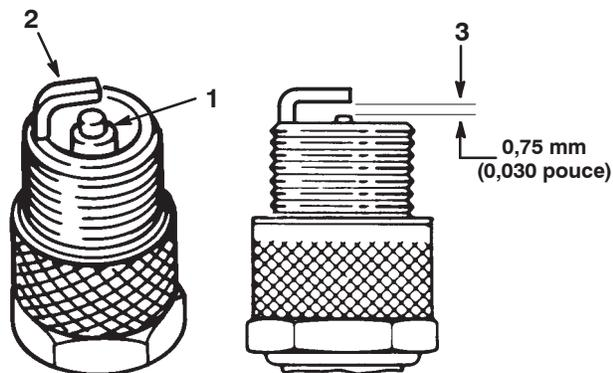

Figure 35
1. Inspectez le centre des bougies (Fig. 35). Si le bec de l'isolateur est recouvert d'un léger dépôt gris ou brun, le moteur fonctionne correctement. S'il est couvert d'un dépôt noir, c'est généralement signe que le filtre à air est encrassé.
2. Contrôlez l'écartement entre l'électrode centrale et l'électrode latérale (Fig. 35).
**Remarque :** Courbez l'électrode latérale (Fig. 35) si l'écartement est incorrect.